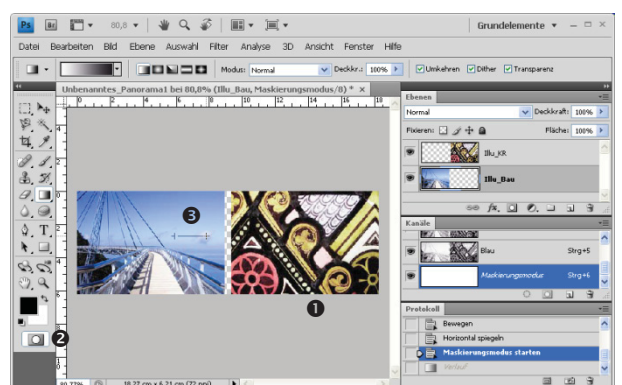
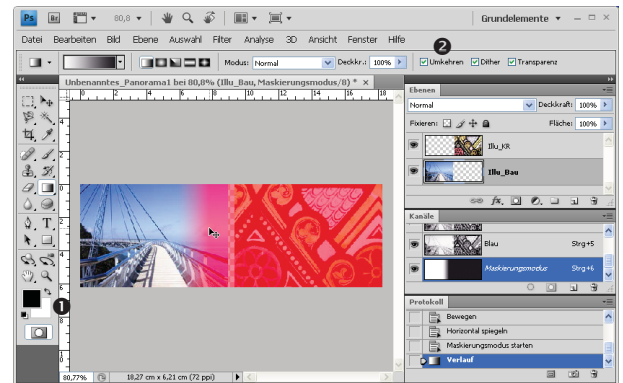

Abb. 11-88: Verlaufsmaske durch eine Linie festlegen
Abb. 11-89: Verlaufsmaske im Maskierungsmodus
Bei diesem Beispiel bietet es sich an, die Bildmontage mit der Funktion PHOTOMERGE zu beginnen. Da die Bilder keinerlei inhaltliche Gemeinsamkeiten aufweisen, werden sie bei Anwendung der Funktion auf zwei Ebenen übereinander liegend angeordnet und die Größe der Arbeitsfläche automatisch ermittelt. Sie entspricht der Summe der nebeneinander liegenden Einzelbilder (Abb. 11-88).
- SM: P WERKZEUGE | W VERSCHIEBEN: Ebene *Illu_KR* auswählen und das Bild nach rechts verschieben (Abb. 11-88 ❶).
Der weiche Übergang von einem Bild zum anderen wird mit dem W VERLAUF erreicht. Im MASKIERUNGSMODUS (Abb. 11-88 ②) angewendet erzeugt man damit eine VERLAUFMASKE, auf deren Basis eine EBENENMASKE erstellt wird. Im STANDARDMODUS (SM) erzeugt man mit dem W VERLAUF dagegen einen Farbverlauf zwischen Vg- und Hg-Farbe.
- MM: VG-FARBE = SCHWARZ, HG-FARBE = WEISS (Standard) (Abb. 11-89 ①). Aktuelle Ebene = *Illu_Bau*.
- Mit gedrückter liMT wird im Bild eine Linie gezogen (Abb. 11-88 ③). Sie beschreibt Richtung und Länge der Verlaufsmaske von der VG-FARBE = SCHWARZ = *Unsichtbar* zur HG-FARBE = WEISS = *Sichtbar*. ►► Die Verlaufsmaske wird als halbtransparente rote Maskierung angezeigt (Abb. 11-89 ①).
- Um den Verlauf zu invertieren, also von Sichtbar nach Unsichtbar zu erzeugen, wird die Option *Umkehren* aktiviert (Abb. 11-89 ②).